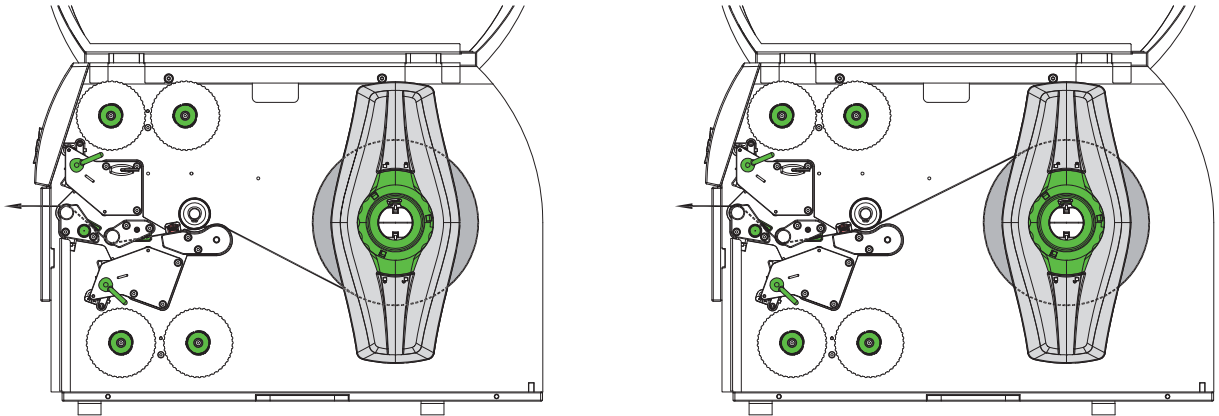
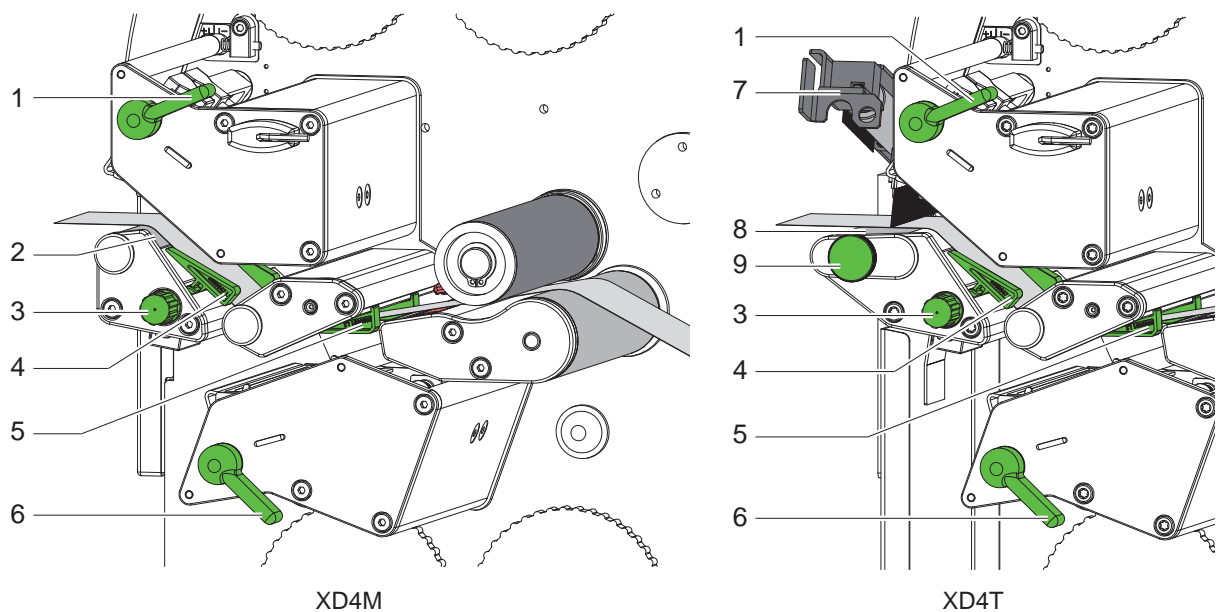

Figura 9 Recorrido del material con alimentación desde abajo (izquierda) y arriba (derecha)
Figura 10 Insertar el material en el mecanismo de impresión
1. Desenrollar del rollo tiras de material de una longitud aprox. de 50 cm, y pasar al mecanismo de impresión tal como se muestra en la figura 9.
2. Solamente XD4T : Tire del pasador (9). El sistema de impresión (7) bascula hacia arriba.
3. Girar la palanca (1) en sentido contrario a las agujas del reloj, y la palanca (6) en el sentido de las agujas del reloj, para levantar ambos cabezales de impresión
4. Girar el botón (3) y desplazar las guías (4, 5) hasta que el material quepa entre ellas.
5. Pase el material hasta el rodillo impresor superior (2 / XD4M) hasta el rodillo de arrastre (8 / XD4T) a través de las dos unidades de impresión como se muestra en la figura 10, y colóquelo entre las guías (4, 5).
6. Acercar las guías a los bordes del material, girando el botón (3).
8. Solamente XD4T : Tire del pasador (9). Empuje el sistema de impresión (7) hacia abajo y bloquéelo en su posición con el pasador.